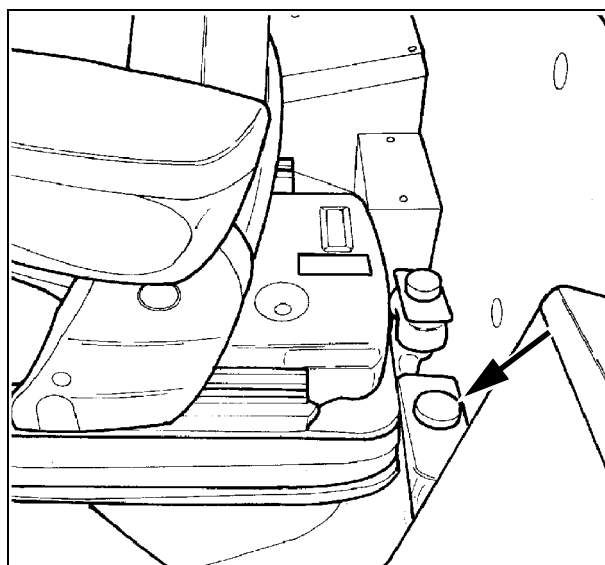

Рис. 46
35. БАЧОК ЖИДКОСТИ ОМЫВАТЕЛЯ ЛОБОВОГО СТЕКЛА - Рис. 46